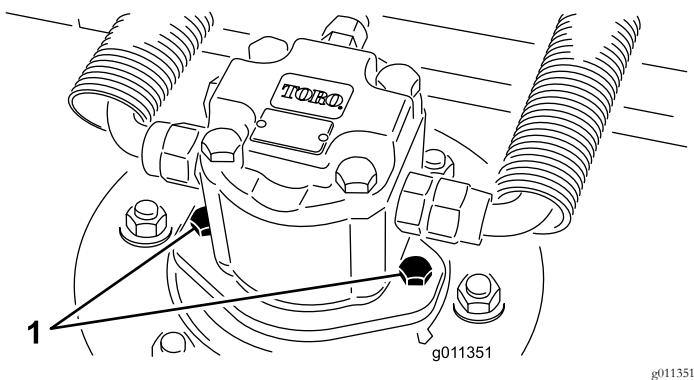

図 69
1. デッキから油圧モータを外す図69。異物がつかないように、スピンドル上部にはカバーを掛けておく。
3. デッキに油圧モータを取り付ける図69。Oリングを忘れずに、また、損傷させないよう注意して取り付ける。